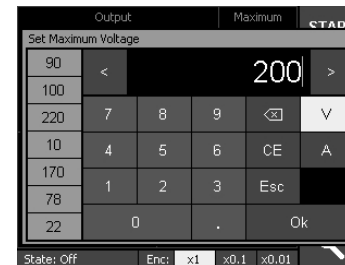

Рисунок 6.5
6.1.9 Установить в поле «Maximum» основного окна необходимые пределы по напряжению (не более 220 В) и силе тока (не более 28 А). Для этого нажать на соответствующее значение в этом поле (напряжения или тока). В открывшемся окне (рисунок 6.5 или 6.6) установить требуемое значение или выбрать его из столбца слева. Подтвердить выбор нажатием «OK».